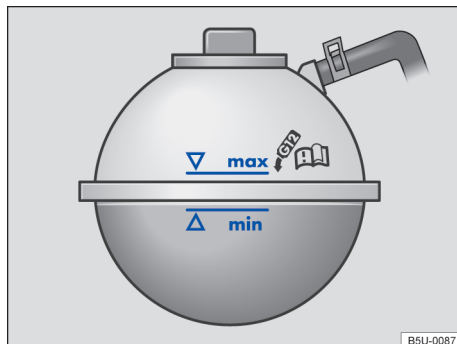

Fig. 130 No compartimento do motor: marcação no reservatório de expansão do líquido de arrefecimento do motor.
- Com o motor frio, verificar o nível do líquido de arrefecimento do motor pela marcação lateral do reservatório → Fig. 130.
- O nível do líquido de arrefecimento do motor deve permanecer dentro da marcação do reservatório → Fig. 130. **Não completar acima da marca "max" → .**
- Completar com líquido de arrefecimento do motor somente até a marca "max" → Fig. 130. Caso contrário, ao aquecer-se, o líquido excedente será expulso do sistema de arrefecimento do motor e poderá causar danos.